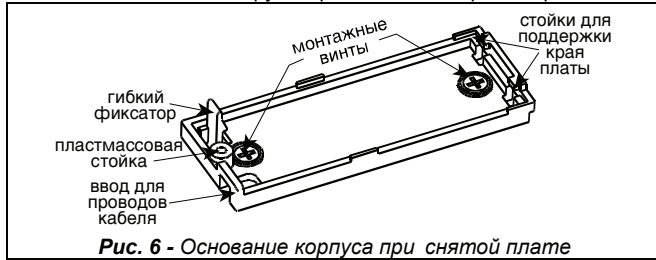

Рис. 6 - Основание корпуса при снятой плате
E. Отогните фиксатор платы и отсоедините плату от основания корпуса (рис.6).